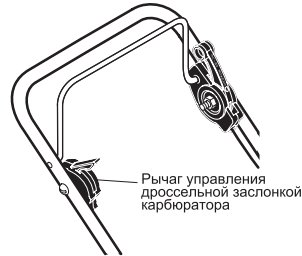

Рис. 5
2. Рычаг управления дроссельной заслонкой карбюратора переведите в положение «БЫСТРО» (Рис. 5).
- Для уменьшения частоты вращения вала двигателя переместить рычаг управления дроссельной заслонкой назад в положение «МЕДЛЕННО» (Рис. 5).
- Для увеличения частоты вращения вала двигателя переместить рычаг управления дроссельной заслонкой вперед (Рис. 5).
- В процессе нормальной эксплуатации газонокосилки рычаг управления дроссельной заслонкой (Рис. 5) должен быть установлен в положение «БЫСТРО», что обеспечит вращение вала двигателя с максимальной частотой.
Для остановки двигателя рычаг управления дроссельной заслонкой карбюратора (Рис. 5) переведите назад до упора в положение «СТОП»